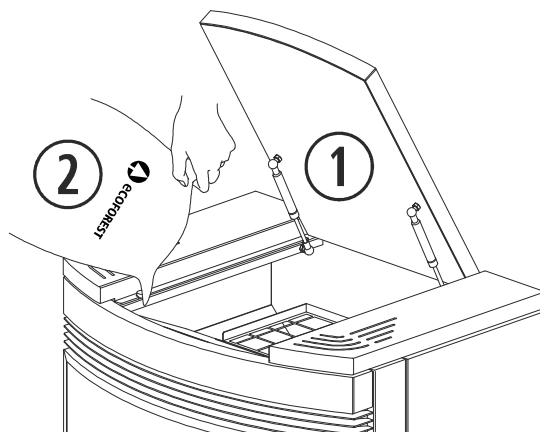
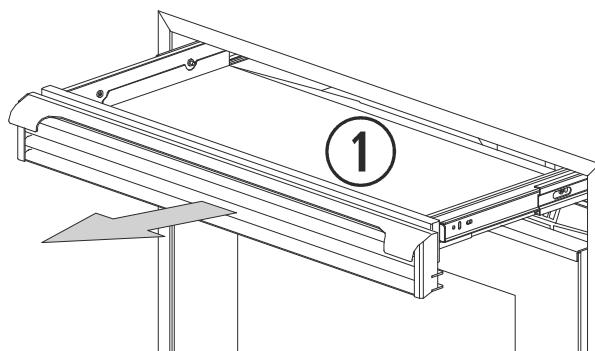

Figura 2
Figura 3
2.12. Para realizar o carregamento de combustível na estufa, devemos abrir a tampa do depósito e esvaziar o saco de combustível com cuidado para evitar que transborde. Ver *figura 2 (ECO III)*. O carregamento de combustível nos modelos *Córdoba* (*figura 3*) e *Córdoba Glass*, realiza-se extraíndo a bandeja de carregamento, graças aos puxadores que o friso de ar de convecção possui. Fazer o carregamento sempre em frio.
①	Tampa do depósito.
②	Combustível.